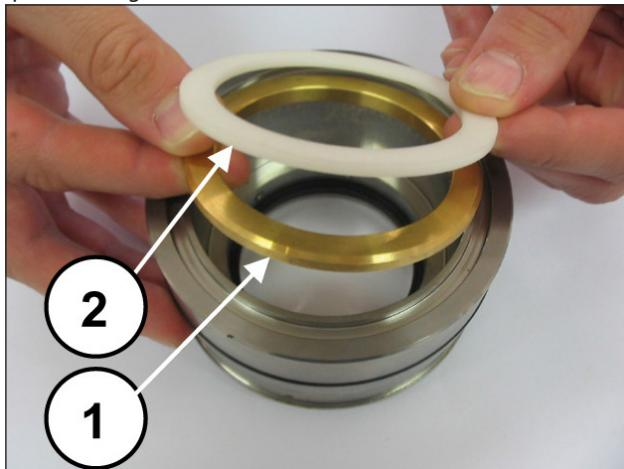

Fig. 195
Montar la anilla de soporte y la anilla anti extrusión (pos. ①②, Fig. 195), las tres arandelas de prensaestopas de manera que las incisiones se encuentren a 120° entre sí (pos. ①, Fig. 196), el retén de las arandelas de prensaestopas y la anilla del muelle (pos. ①②, Fig. 197).